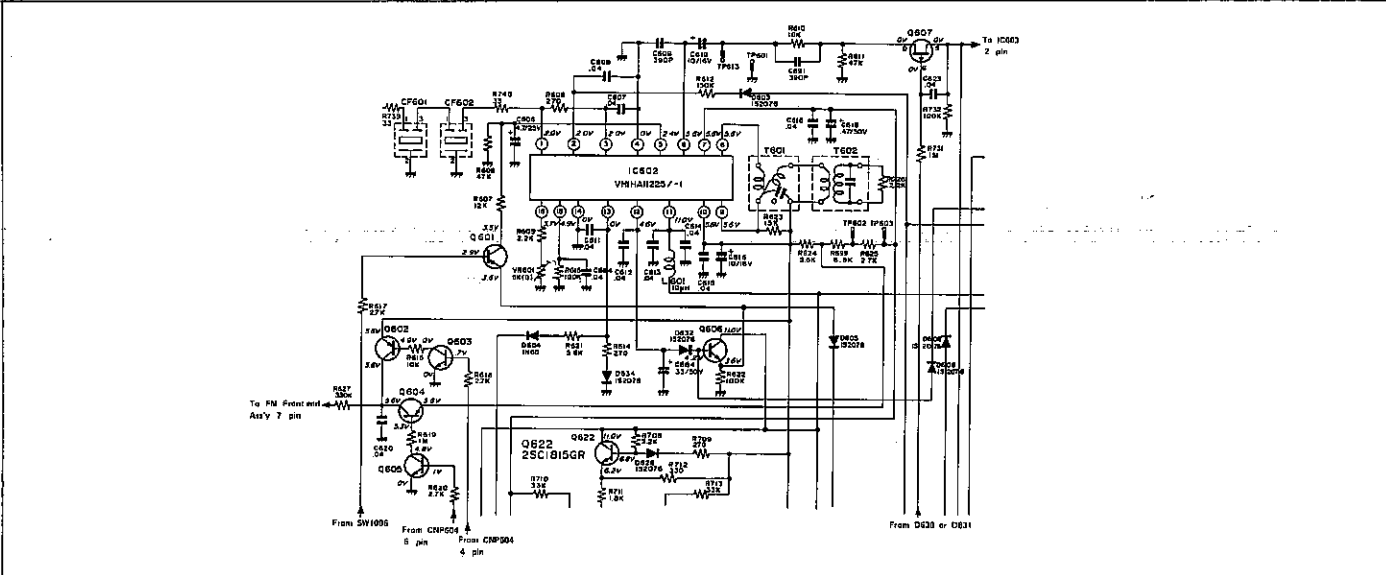

Abbildung 8-2
• **Transistor Q601** (Siehe Abbildung 8-2.) Bei Einstellung des UKW-Stummabstimmungsschalters SW1006 auf "on" (Ein) wird eine positive Spannung (für Vorspannung) der Basis des Transistors Q601 zugeleitet, so daß die UKW-ZF-Stummabstimmungsschaltung (im IC602) in Funktion tritt.
• **Transistoren Q602 bis Q605** (Siehe Abbildung 8-2.) Bei Einstellung des Scharfabstimmautomatikschalters SW1005 auf "on" (Ein) wird das Scharfabstimmautomatiksignal erzeugt und über den Stift ⑤ des CNS1003, den Stift ⑤ des CNP1003 sowie über IC1004 und IC1002 den Stiften ④ und ⑤ des CNS604 zugeleitet; diese Stifte ④ und ⑤ stellen jeweils das AFC-Signal und AFC-Signal dar. Dieses Signal wird dann über CNP604 der Basis des Q603 oder Q605 zugeleitet, wobei es unter Vorspannung gesetzt wird. Mit anderen Worten wird beim Einschalten des Abstimmautomatikschalters das Potential am Stift ⑤ (automatische Scharfabstimmung) des CNP604 hochpegelig, um Q605 und dadurch Q604 einzuschalten. Gleichzeitig wird das Potential am Stift ④ niederpegelig, um Q603 und dadurch Q602 auszu-schalten. Dementsprechend bleibt Q604 eingeschaltet, ein demodu-